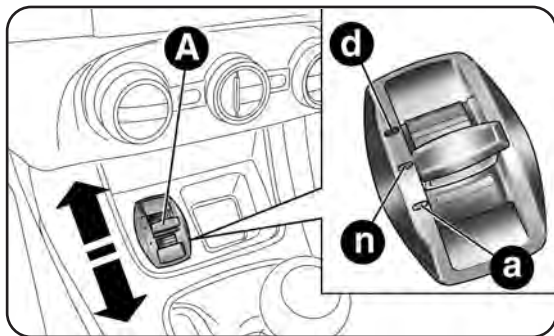

fig. 80
Es un dispositivo que permite, actuando en la palanca A-fig. 80 (ubicada en el túnel central) seleccionar tres modalidades de respuesta del coche en función de las necesidades de conducción y del estado de la carretera:
Durante el desplazamiento de la palanca A-fig. 80 en posición "d", la activación de la modalidad "Dynamic" se confirma con una variación temporal de la intensidad luminosa (parpadeo) del cuadro de instrumentos.
La palanca A-fig. 80 es de tipo monoestable, es decir permanece siempre en posición central. La modalidad de conducción activada se indica mediante el encendido del LED correspondiente en la moldura y la indicación en la pantalla multifunción reconfigurable, de la siguiente manera:
Mueva la palanca A-fig. 80 hacia arriba (en correspondencia de la letra "d") y permanezca en esta posición durante 0,5 segundos y, en cualquier caso, hasta que el LED correspondiente se encienda o la indicación "Dynamic" se visualice en la pantalla (véanse figuras). Tras soltarla, la palanca A regresa a la posición central.
Mueva la palanca A-fig. 80 hacia abajo (en correspondencia de la letra "a") y permanezca en esta posición durante 0,5 segundos y, en cualquier caso, hasta que el LED correspondiente se encienda o la indicación "All Weather" se visualice en la pantalla (véanse figuras).
Para desactivar la modalidad "All Weather" y regresar a "Normal", siga el mismo procedimiento descrito para la modalidad "Dynamic", excepto que la palanca A-fig. 80 debe colocarse en correspondencia de la letra "a".
- En caso de avería del sistema o de la palanca A-fig. 80, no se podrá activar ninguna modalidad de conducción. En la pantalla se visualizará un mensaje de advertencia.